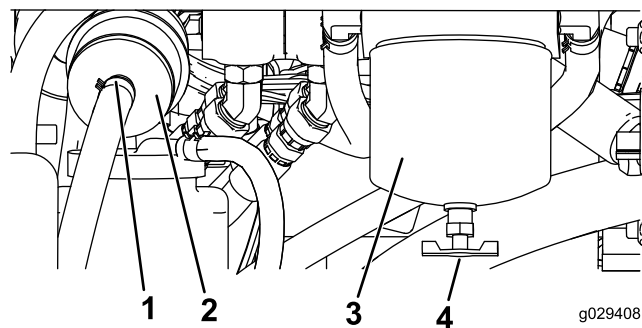

Figura 47
- Localizai filtrul de combustibil de pe partea din spate a motorului (Figura 47) i puneți un recipient curat sub acesta.
4. Localizați filtrele de combustibil pe partea dreaptă a motorului (Figura 47) și puneți un recipient curat sub acesta.
5. Curățați zona de montare a recipientului filtrului (Figura 47).
6. Scoateți recipientul filtrului și curățați suprafața de montare (Figura 47).
9. Montați manual recipientul pentru filtrul de combustibil, până când garnitura intră în contact cu suprafața de montare, apoi rotiți-l încă o jumătate de tură (Figura 47).
10. Localizați filtrul în linie în stânga recipientului filtrului de combustibil (Figura 47) și observați direcția de curgere indicată de săgeată pe partea laterală a filtrului în linie.
11. Deschideți clemele de la fiecare capăt al filtrului în linie și glisați furtunurile de pe acesta (Figura 47). Eliminați filtrul.
12. Glisați furtunurile peste capătul unui filtru nou (Figura 47), asigurându-vă că săgeata de pe filtru este orientată către motor sau pompa electrică de combustibil.